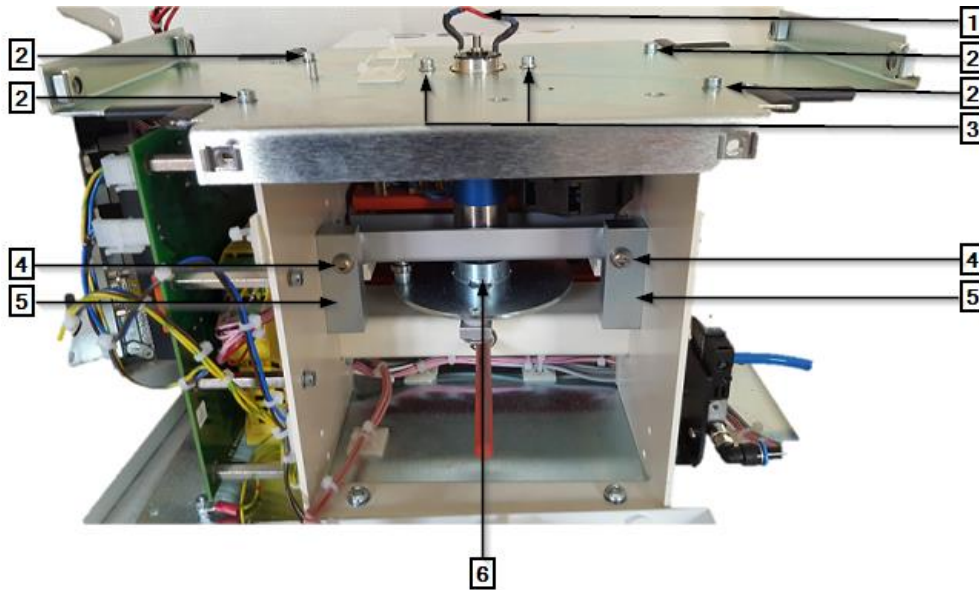

Abb. 71 : Motor alkatrészcsoport fedelek nélkül (Hátulso nézet)
- Nyissa a kábeltartót a processzor és a kondenzátor között. Az alábbi leíráshoz lásd Abb. 71 : Motor alkatrészcsoport fedelek nélkül (Hátulsó nézet), oldalszám 108.
- Ellenőrizze, hogy a fűtőkamra illesztő pófái a **Töltés** pozícióban párhuzamosak-e. Állítsa szükség szerint a motor pozicionáló csavarokat (2).
- Húzza szorosra az M6×40 motor pozicionáló csavarokat (2) és a biztonsági anyacsavarokat a motor alkatrészcsoport alaplapjánál (1).
- Pozícionálja a motor tartó rögzítő csavarjait és húzza szorosra azokat. Lásd Abb. 71 : Motor alkatrészcsoport fedelek nélkül (Hátulsó nézet), oldalszám 108.